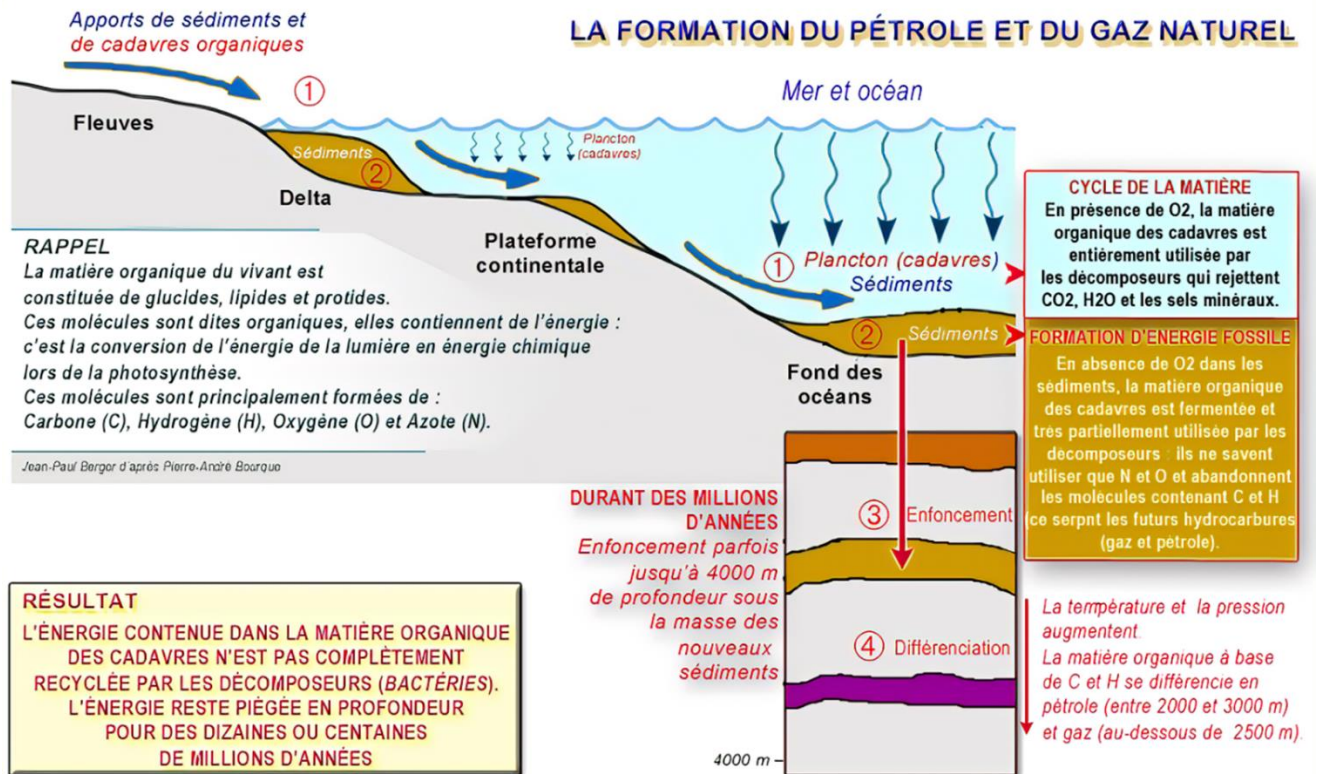

Figure 1. Schéma de la formation du pétrole et du gaz naturel (Berger, 2015)
Le pétrole est formé au sein des *bassins sédimentaires* par transformation des *matières organiques (MO)* animales ou végétales. Il provient de la décomposition d'organismes marins et/ou terrestre accumulés dans des bassins sédimentaires, au fond des océans, des lacs et des deltas (Fig.1).